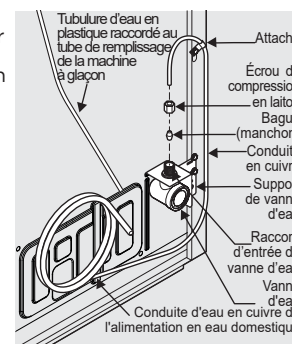

Figure 2
- Si vous utilisez un tube en acier inoxydable flexible tressé** - L'écrou est déjà assemblé sur le tube. Faites glisser l'écrou sur l'entrée de la vanne et serrez à la main l'écrou sur la vanne. Serrez un autre demi-tour avec une clé; Ne pas trop serrer. Voir la figure 2.